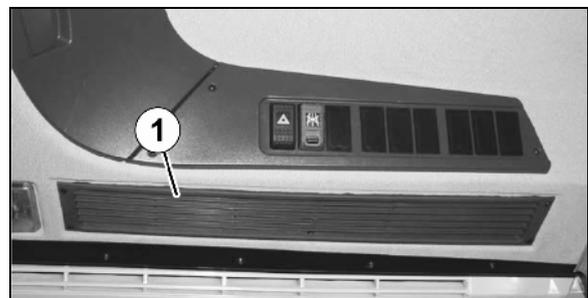

Fig. 166
1. Umluftgitter (Fig. 166/1) ausbauen.